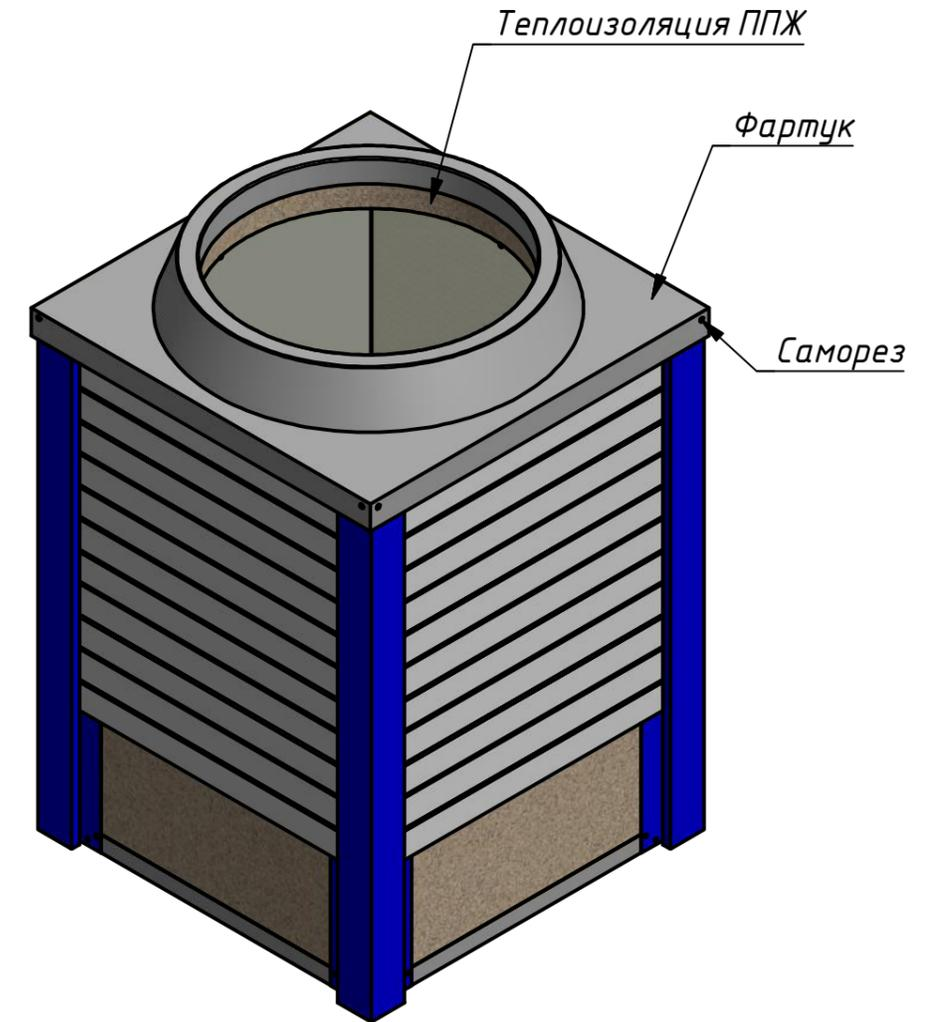

Рис. 14
4.4.1. Прикрепить фартук к несущему основанию – коробу на саморезы (рис.14).
4.4.3. Утеплить полость фартука (использовать утеплитель в зависимости от климатического региона), в качестве утеплителя можно использовать монтажную пену. (рис.14,15)